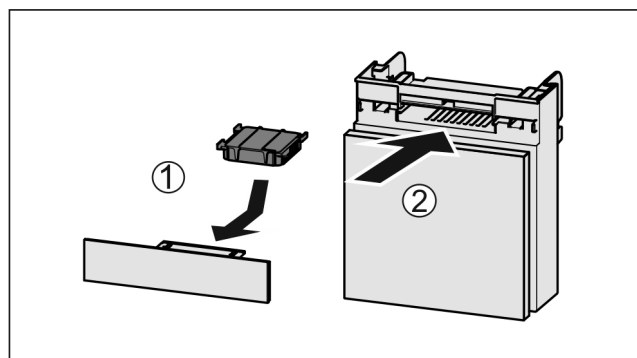

Fig. 137
- ▶ Установите фильтр с активированным углем, как показано на рисунке Fig. 137 (1).
- ▶ Вставьте отделение Fig. 137 (2).